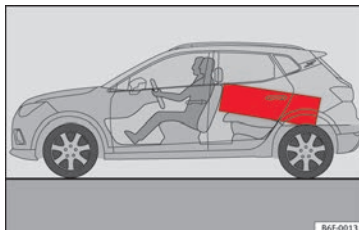

Fig. 164 Los objetos pesados deberían transportarse lo más adelante posible.
- Coloque los objetos pesados en la parte delantera del maletero, lo más al fondo posible » fig. 164.